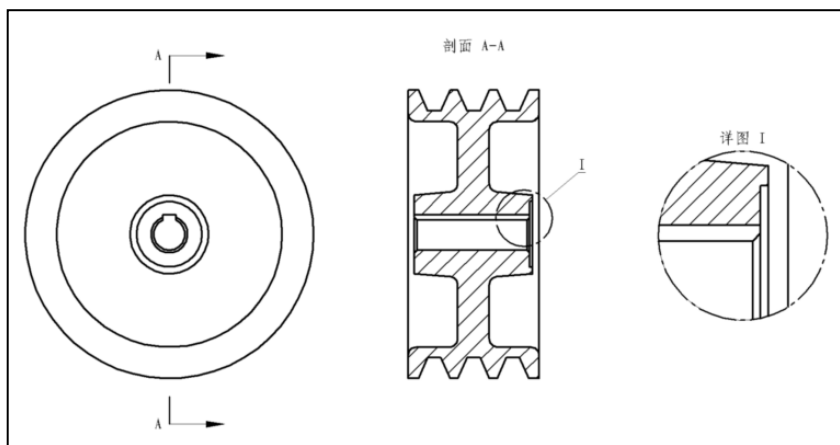

图 4.7.7 范例 2
本范例介绍了全剖、局部放大图的创建过程；创建的关键在于剖视图父视图的选择和剖切线的绘制，在学习本范例时，请读者注意总结。本范例创建结果如图 4.7.7 所示。
(7) 将视图标签拖到合适的位置，结果如图 4.7.7 所示。
Step6. 保存文件。选择下拉菜单  **→** **另存为 (A)** 命令，系统弹出“另存为”对话框，将文件命名为 **strap_wheel_ok.dft**，单击 **保存 (S)** 按钮。